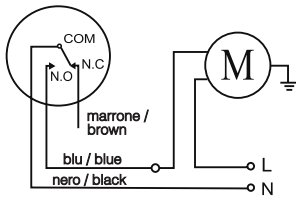

Fig.1
- Modalità di riempimento automatico (Fig.1)
- Auto-fill mode (Fig.1)